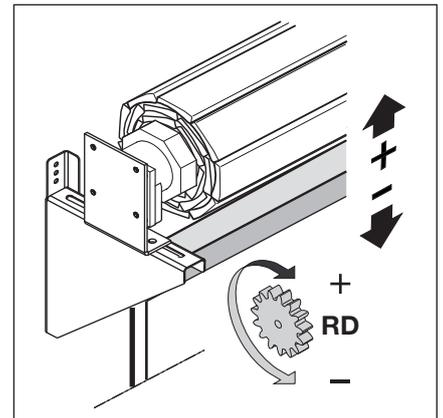

Abb. 6-26: Rändelschraube für die Endlage *Tor-Auf*
1. Im Totmannbetrieb *Tor-Auf/Tor-Zu* fahren und die rote Rändelschraube (RD) in + oder - Richtung drehen, bis der Antrieb abschaltet und damit die Endlage *Tor-Auf* festlegt (siehe Abb. 6-26).